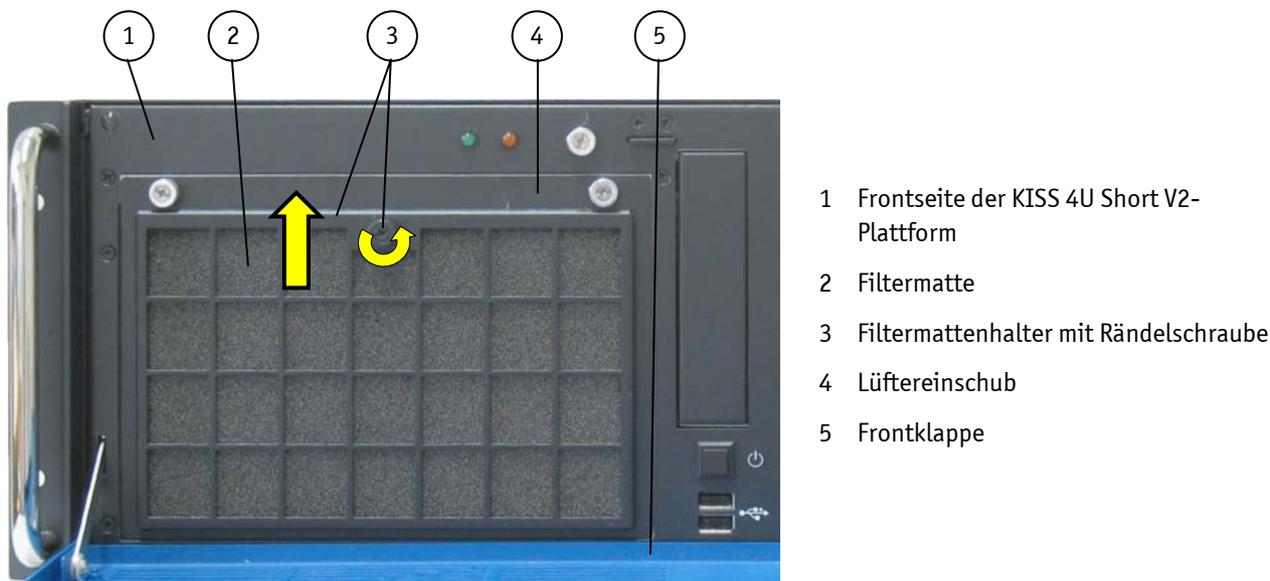
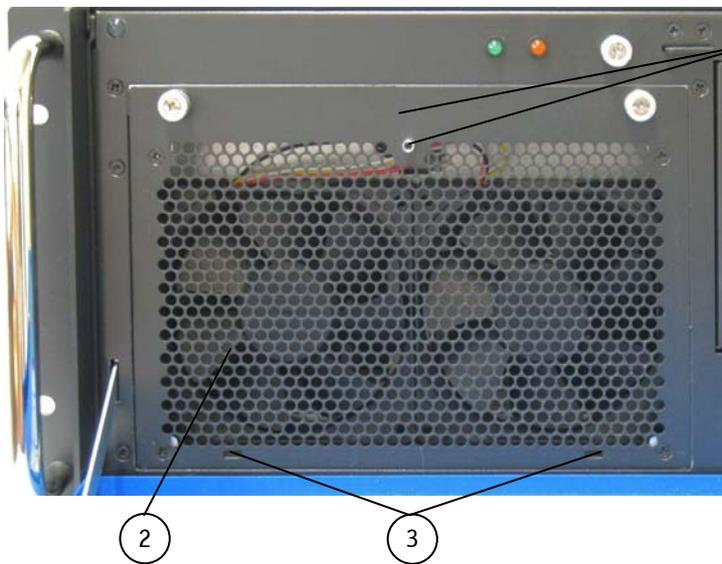

Abb. 32: Detail mit Filtermattenhalter an der Frontseite der KISS 4U Short V2-Plattform
Abb. 33: Detail ohne Filtermattenhalter an der Frontseite
Die Filtermatte ist im Filtermattenhalter an der Frontseite des Lüftereinschubs (Abb. 32, Pos. 4) eingesetzt. Die Verschmutzung der Filtermatte ist durch die Verschmutzung der betrieblichen Umgebung bedingt. Wenn die Filtermatte zu stark verschmutzt ist, kann es zu übermäßigen Erwärmung des Geräts führen. Deshalb empfehlen wir, die Filtermatte entsprechend ihres Verschmutzungsgrads so oft es nötig ist zu reinigen. Die Filtermatte kann während des Betriebs ersetzt werden.
1. Öffnen Sie die Frontklappe (Abb. 32, Pos. 5).
2. Lösen Sie die Rändelschraube, welche den Filtermattenhalter an Lüftereinschub befestigt (Abb. 32, Pos. 4 und Abb. 34, Pos. 5).
3. Ziehen Sie den Filtermattenhalter aus den Positionierlöcher (Abb. 33, Pos. 3) in die Pfeilrichtung (siehe Abb. 32) und heben Sie ihn ab.
4. Entnehmen Sie die verschmutzte Filtermatte (Abb. 32, Pos. 2 und Abb. 36).
7. Stecken Sie den Filtermattenhalter zurück auf die Frontseite des Lüftereinschubs, indem Sie die Positionierlaschen (Abb. 34, Pos. 6) in die Positionierlöcher (Abb. 33, Pos. 3) einführen.
8. Schrauben Sie den Filtermattenhalter mittels der Rändelschraube (Abb. 34, Pos. 5) und des Bolzens mit Gewindebohrung (Abb. 33, Pos. 1) an den Lüftereinschub fest.
Legende für Abb. 33 und Abb. 34: